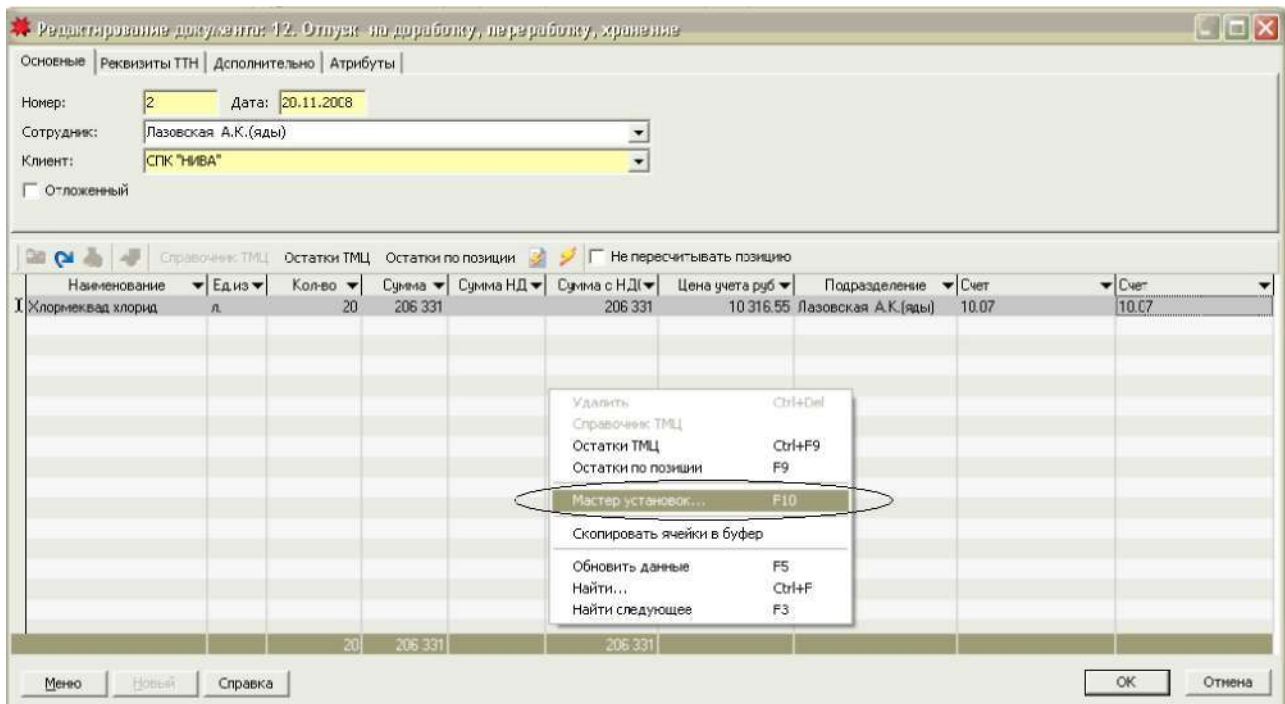

Рис. 96. Вызов «Мастера установок»
2. Если после загрузки настройки, в табличной части документа «Отпуск на доработку, переработку, хранение» полей с названием «Со счета», «На счет» нет, то есть остались их старые названия: «Счет», «Счет», то рекомендуется самостоятельно изменить их названия через команду «Мастер установок». Для этого необходимо в табличной части документа нажать правой клавишей мышки, чтобы появилось меню, и в нем выбрать команду «Мастер установок» (рис. 96). Либо же данную команду можно вызвать нажатием на кнопку F10 на клавиатуре.